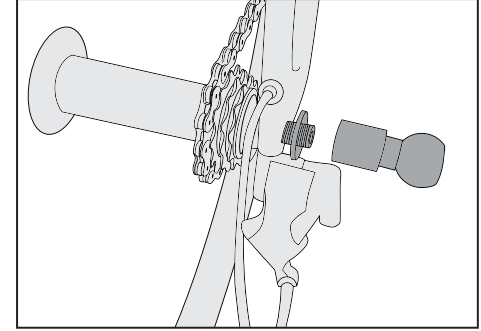

Figure 6
5. Slide 2mm aluminum washer over protruding axle threads (Figure 6).
5. Schieben Sie die Aluminium-Unterlegscheibe (2 mm) auf die vorstehenden Achsgewinde. (Abbildung 6)
5. Enfilez une rondelle en aluminium de 2 mm d'épaisseur sur la partie saillante du filetage de l'axe traversant. (Figure 6)